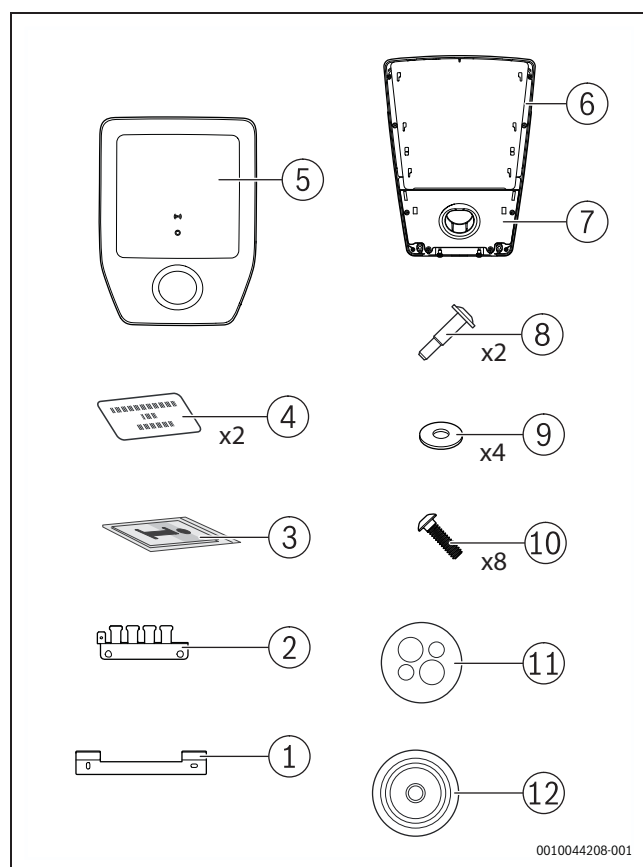

Bild 1 Lieferumfang
- Abdeckung [5] und Kappe mit dem Parkhalter [7] vorsichtig von der Power Charge 7000i abnehmen (→ Abb. 1, Seite 6).